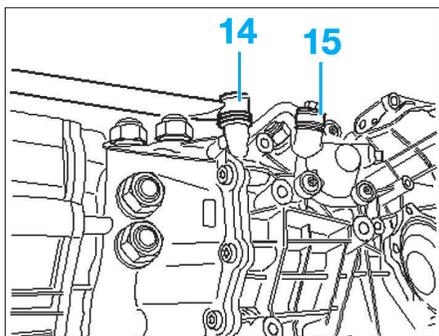

Fig. 6
- Dévisser la tringle (14) de commande des vitesses sur le côté droit de la boîte et la bielle d'accouplement (15) (Fig.6).